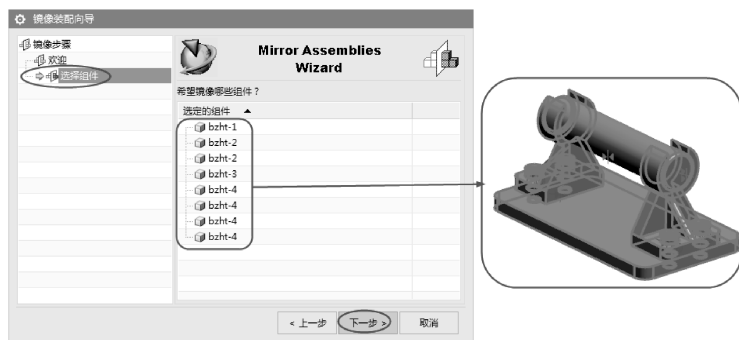

图 7-62 选择镜像对象
- 03 单击该对话框中的【下一步】按钮, 此时该对话框出现操作信息提示【希望镜像哪个组件?】, 接着选择整个装配体的所有组件作为镜像的对象, 选择的装配对象被自动添加进对话框的【选定的组件】列表框中, 如图 7-62 所示。